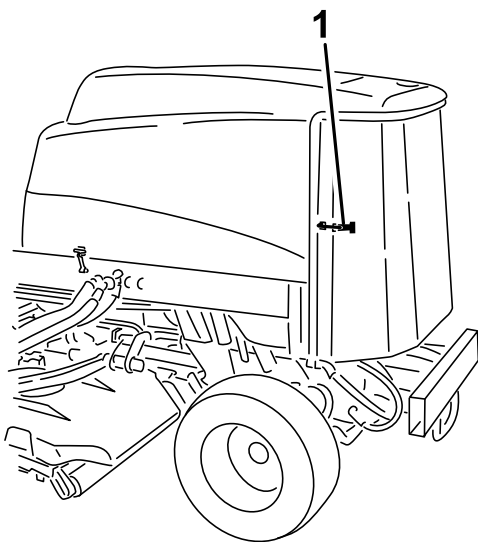

図 112
2. 後部スクリーンのラッチを外してスクリーンを開く 図 112。